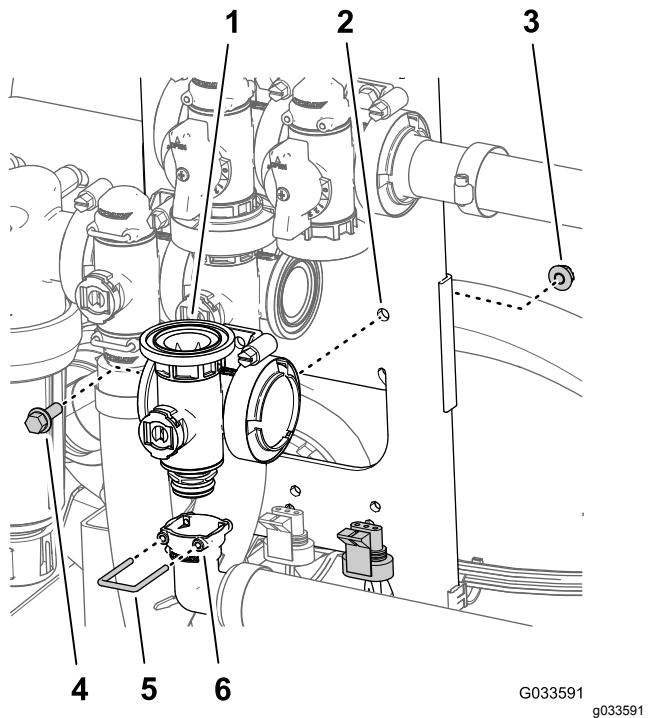

Figura 103
- Retire o retentor que fixa a união de saída de 90° ao coletor da válvula da rampa principal (Figura 103).
- Retire o parafuso de cabeça flangeada (1/4 pol. x 3/4 pol.) e porca flangeada (1/4 pol.) que prendem a válvula da rampa principal à montagem da válvula e retire o coletor da válvula da máquina (Figura 103).